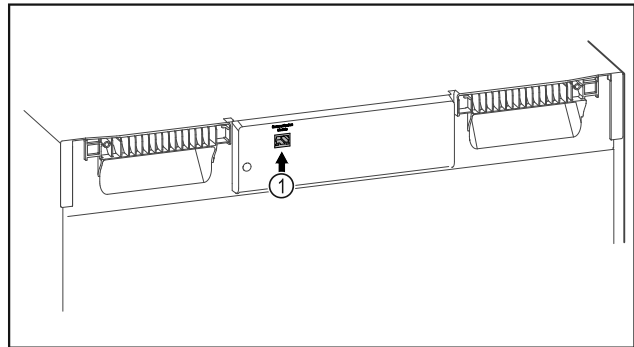

Fig. 82
- A SmartModule Fig. 82 (1) be van helyezve.